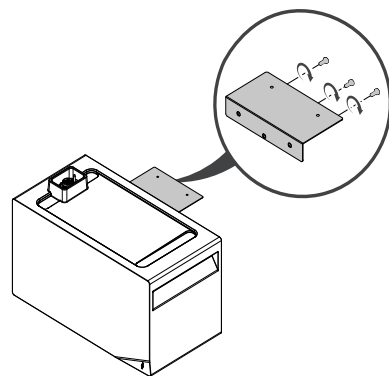

Fig. 5
5. Fissare la staffa di montaggio al modulo batteria con 3 viti M4×10mm ([↗]Fig. 5).